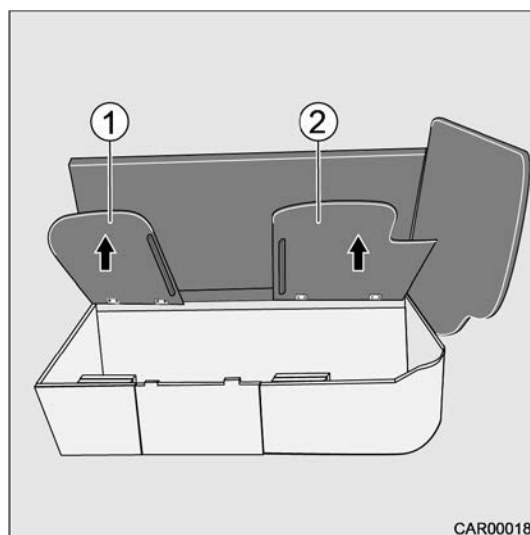

Fig. 30 Transformation du 5e siège
4. Relever les plaques de siège (Fig. 30/1 et 2).